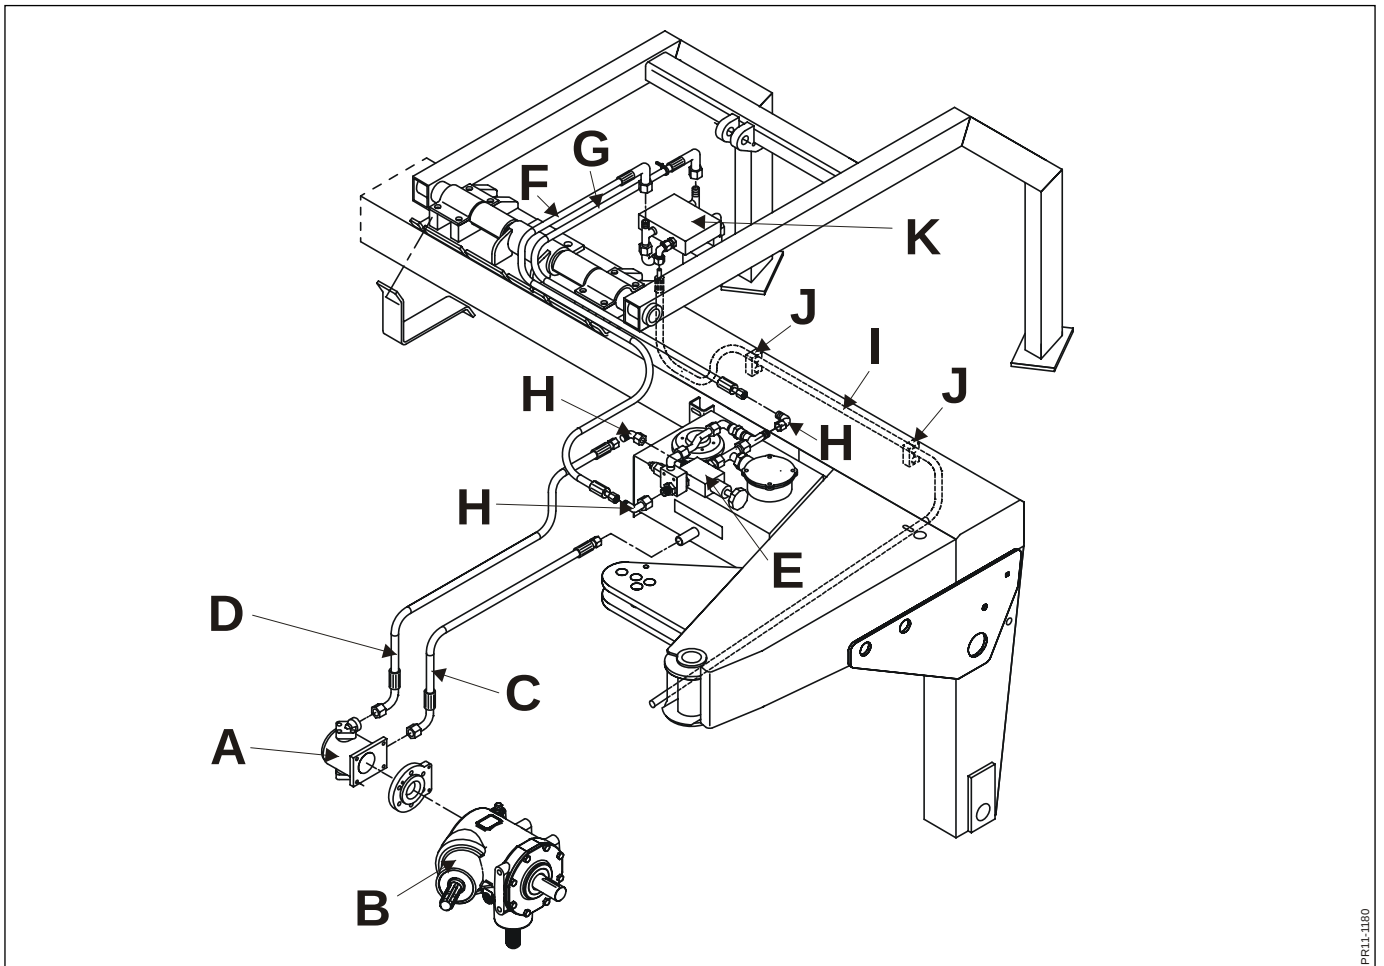

Fig. 4-4
- Fig. 4-4 Hydraulikpumpen **A** monteres på centergearet **B** på maskinen i den viste retning. Sugeslangen **C** (3/4" og 1000 mm lang) monteres på pumpen og på siden af tanken, med bøjningen ved pumpen. Trykslangen **D** (3/8" og 1100 mm lang) monteres på pumpen **A** og på reguleringsventilen **E**, med bøjningen ved pumpen. En vinkel **H** anvendes ved montage på ventilen **E**. Slangerne **F** og **G** (3/8" og 1300 mm lange) samles med vinkler **H** i enden uden bøjning, og monteres på de viste steder på tanken. Enderne med bøjning monteres på ventilen **K** på stedet til Collectoren.